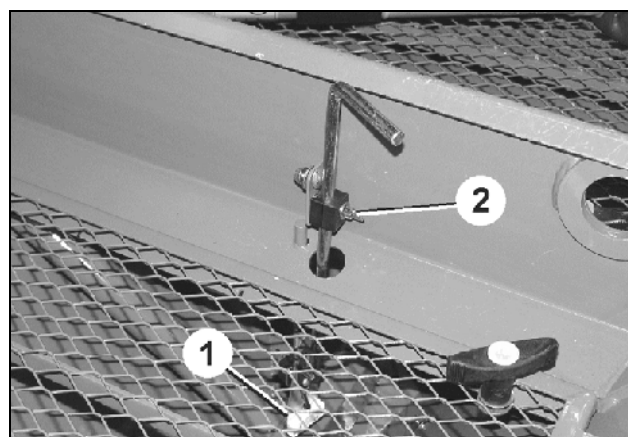

Fig. 108
1. Ослабьте барашковую гайку (Fig. 108/2) lösen.
2. Установите высоту датчика уровня (Fig. 108/1) в соответствии с необходимым остаточным количеством посевного материала.